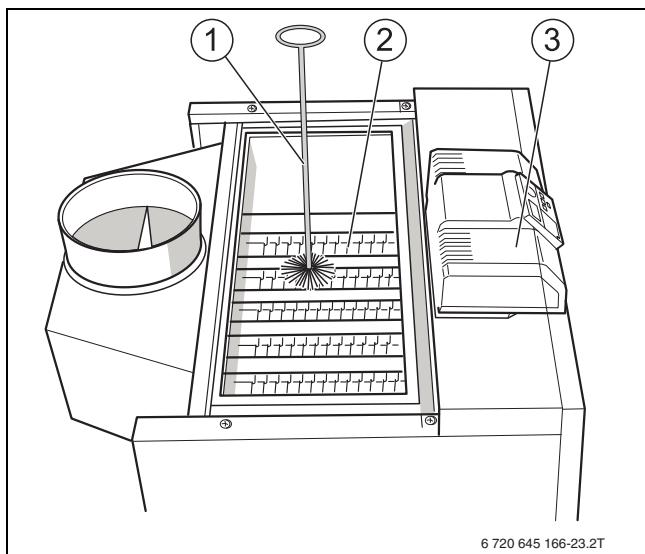

Рис. 60 Чистка газоотводящих каналов
- Снимите крышку люка для чистки с коллектора дымовых газов (→ рис. 60 [2], стр. 44).